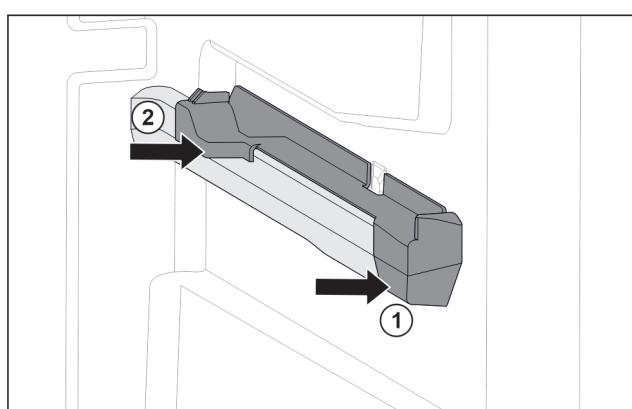

Fig. 84 Piesă de fixare pe nervura din dreapta a recipientului
- Așezați piesa de fixare în față pe nervura recipientului. Fig. 84 (1)
- Apăsați piesa de fixare spre spate. Fig. 84 (2)